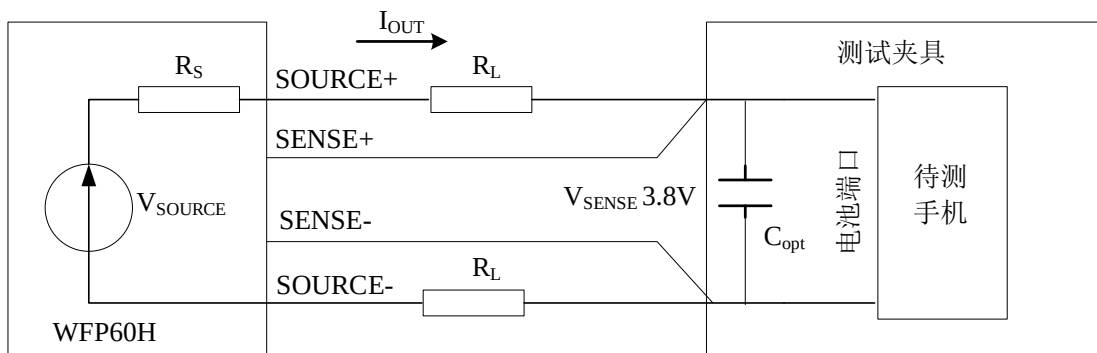

图 5.1 手机测试示意图
WFP60H 线损补偿原理如图 5.1 所示。其补偿包含两部分：设备本身的损耗和输出源线上的损耗。设备本身的损耗包括内部采样电阻、输出开关以及内部线损。内部损耗主要由采样电阻产生。输出源线上的损耗包括 SOURCE+端口至 SENSE+远端接入点的线损，以及 SOURCE-端口至 SENSE-远端接入点的线损。因此夹具两端的电压为：
- 2) 在夹具的电源入口添加一个 100uF~10000uF 的电解电容，如图 5.1 中的 Copt。